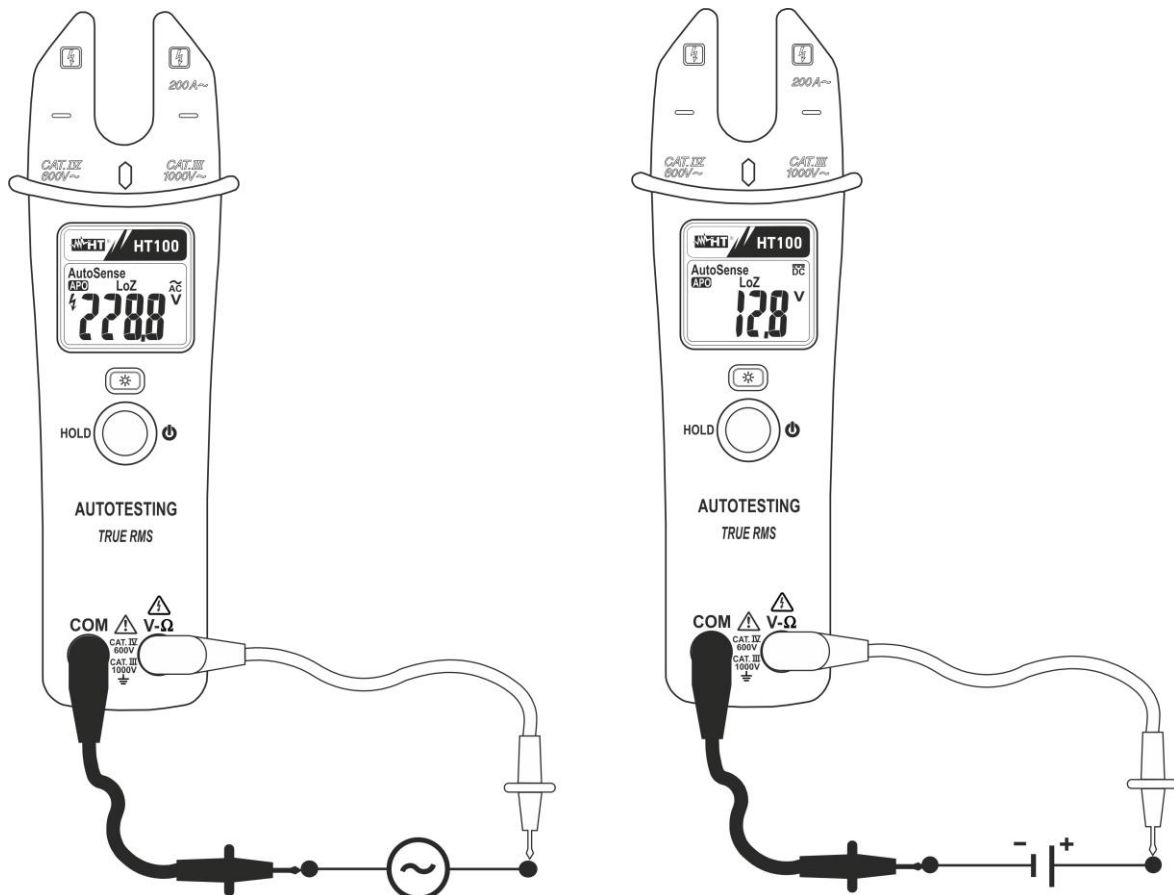

Fig. 3 : Utilisation de la pince pour mesure de tension DC et AC
2. Positionner les embouts sur les points désirés du circuit sous test (voir Fig. 3). La valeur de tension apparaît à l'écran. La pince sélectionne automatiquement l'indication CA ou CC en fonction de la tension d'entrée
4. L'affichage du symbole «**-**» sur l'écran de l'instrument indique que la tension continue a la direction opposée à la connexion de la Fig. 3